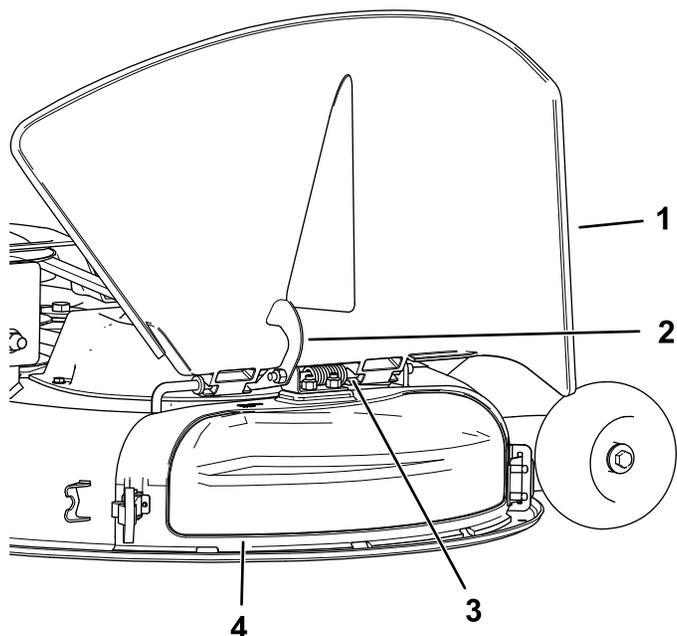

Figura 16
4. Suelte el cierre en forma de gancho situado encima de la tapa de descarga de la varilla (Figura 16).
- En la parte superior de la tapa de descarga, enganche el cierre en forma de gancho alrededor de la varilla del deflector (Figura 16).